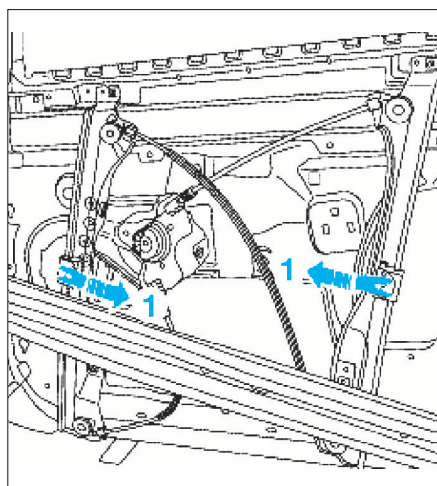
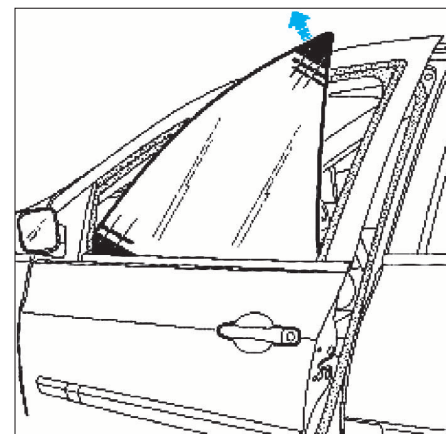

FIG. 68
FIG. 69
- Descendre la vitre de façon à accéder aux agrafes (1) de la vitre coulissante (Fig.68).
- Déposer les agrafes de la vitre coulissante (1).
- Extraire la vitre coulissante de porte avant (Fig.69).